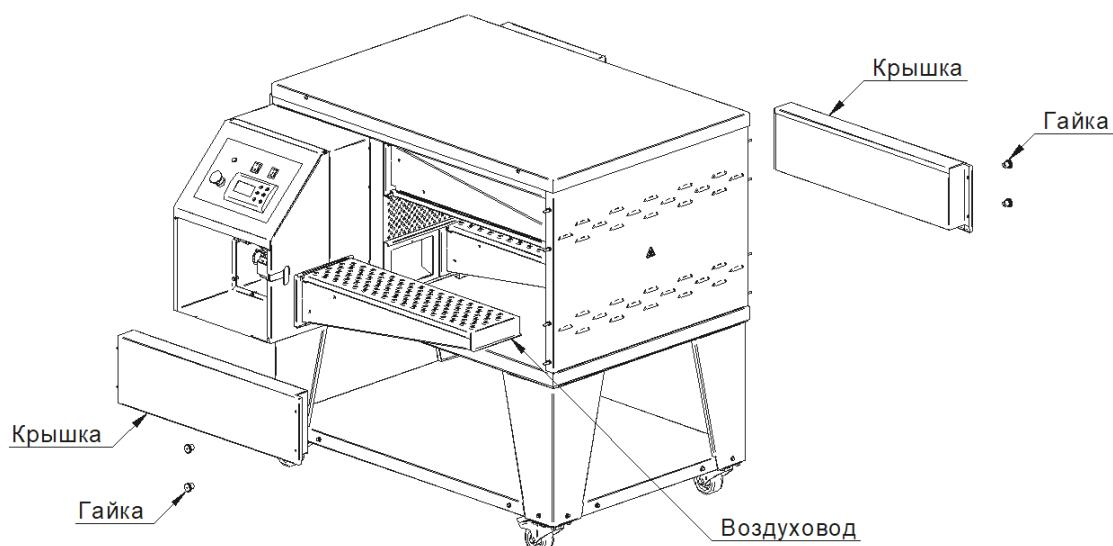

Рис. 13
2. Выкрутить декоративные гайки M6 и снять нижние крышки (см. Рис. 13).